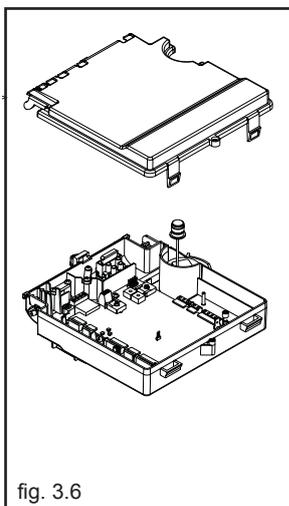

fig. 3.6
- rimuovere la copertura morsettiera (fig. 3.6)